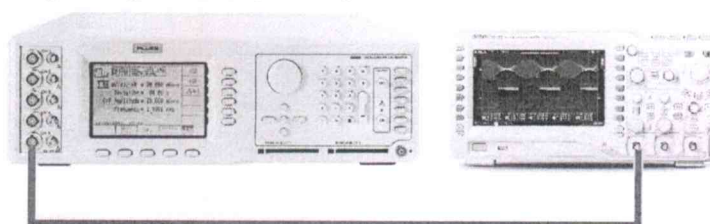

Рис. 3
1. Собрать схему поверки, приведенную на рис. 3.